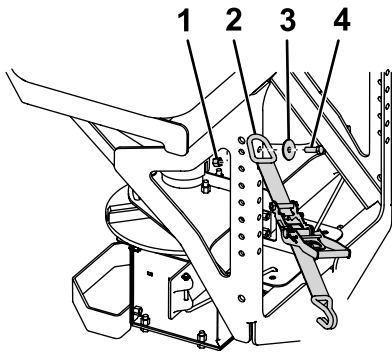

Bild 5
1. Befestigen Sie den D-Ring am Ende des Spanngurts mit einer Schraube ($\frac{1}{2}$ "), Unterlegscheibe ($\frac{1}{2}$ ") und einer Sicherungsmutter ($\frac{1}{2}$ ") an den oberen Befestigungslöchern außen am Rahmen des Streuers und ziehen Sie die Schrauben auf ein Drehmoment von 76 N·m an, wie in Bild 5 dargestellt.